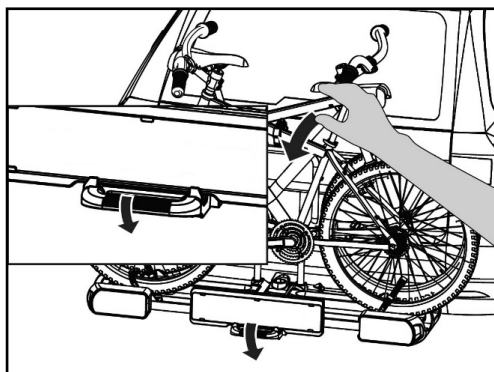

Figura 27: Ripiegamento del portabiciclette
- Durante l'abbassamento, tenere saldamente il portabiciclette dalla bicicletta. Allentare il blocco con il piede e con la mano ribaltare il portabiciclette verso il basso (figura 27).